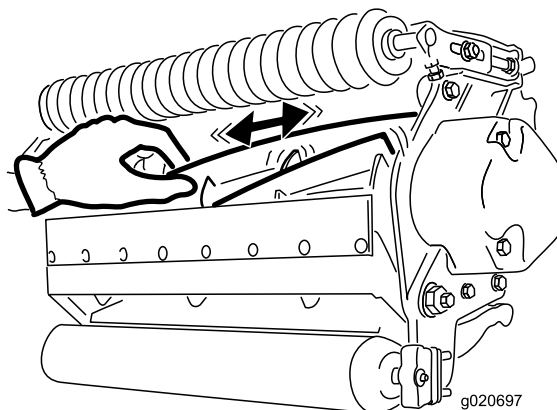

Figura 27
2. Utilizando um pano ou luva almofadada, segure lâmina do cilindro e tente mover o conjunto do cilindro de um lado para outro (Figura 27).